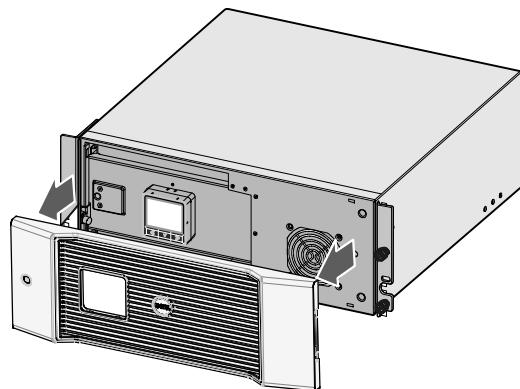

図27. UPSのフロントカバーの取り外し方法
**3** UPSのフロントカバーを取り外します（図27を参照）。